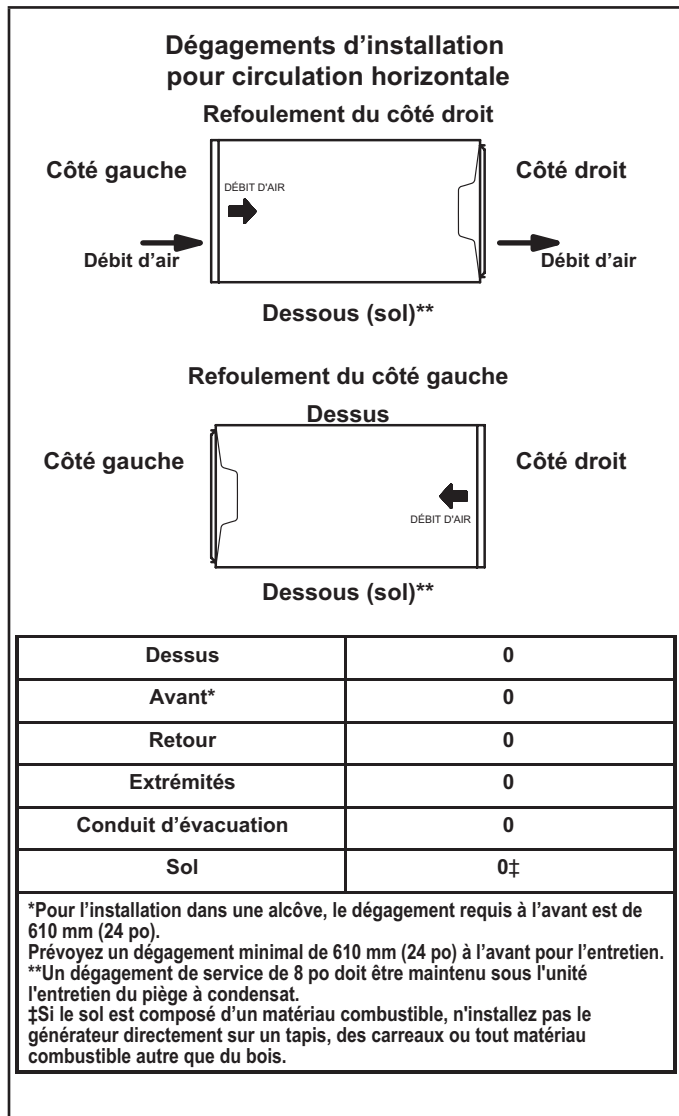

Figure 17
Reportez-vous à la Figure 17 pour les dégagements prescrits pour les configurations horizontales.
- 1 - Sélectionnez l'emplacement de l'unité en tenant compte des dégagements d'entretien et des autres dégagements nécessaires. Reportez-vous à Figure 17.